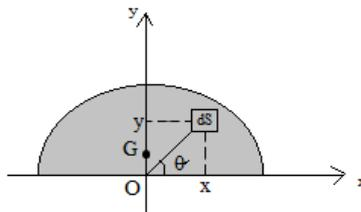

Figure III.10
Soit un demie disque homogène de rayon (R) appartient au plan (O, x, y) présent dans la Figure III.10, donc :